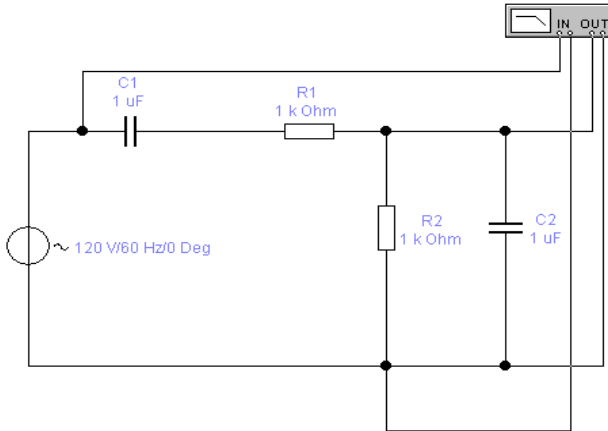

Figure 8.9 - Схема моста Віна
- 1 Draw a pattern of Fig. 8.9 and connect the Bode Plotter.